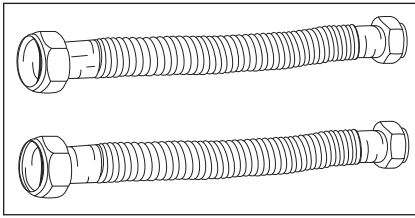

Figure 1 - Les connecteurs flexibles comportent des raccords de compression et ne nécessitent aucune soudure.
- Raccords filetés (Figure 1) pour les conduites d'eau froide et d'eau chaude
- Pour les domiciles à tuyauterie en cuivre, il est possible d'utiliser des connecteurs avec raccords à compression qui ne nécessitent pas de soudure (Figure 1). Les raccords de compression constituent une méthode de pose plus facile que le soudage des tuyaux en cuivre